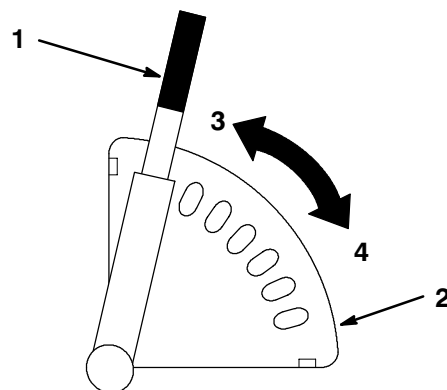

Figure 15
1. Mettre le tracteur en marche, serrer le frein de stationnement et relever le plateau de coupe. Descendre de la machine. Tirer le levier de hauteur de coupe vers l'extérieur pour le dégager du secteur de réglage, l'amener dans la position correspondant à la hauteur de coupe souhaitée et le laisser revenir vers l'intérieur pour qu'il s'engage dans le secteur (Fig. 15).